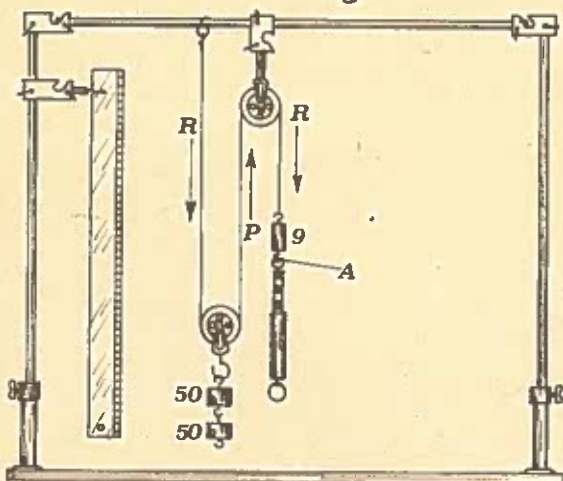

fig.2
- b) - Spostare (P) verso l'alto di una certa quantità, (R) scende percorrendo uno spazio pari alla metà di (P).
- c) - Sostituire a (P) il dinamometro (Fig. 2).
- Ripetere l'esperienza precedente partendo da un punto ben definito e spostando il dinamometro verso il basso, variando il numero dei pesetti (R) e prendendo nota di: